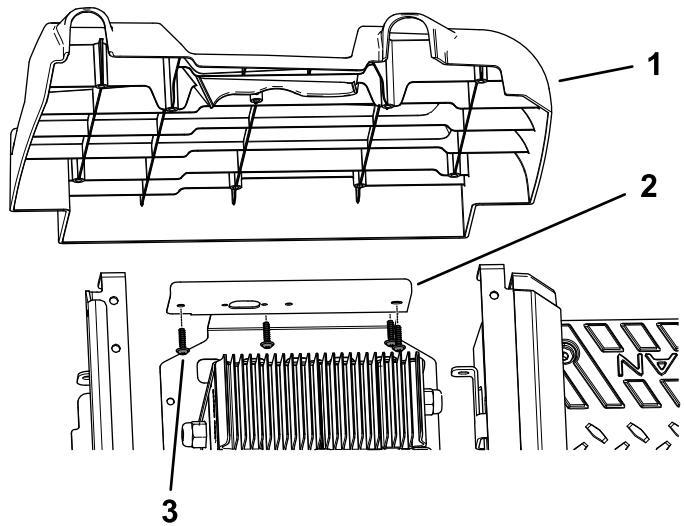

図6
- T30 ソケットレンチを使って、チャージャのブラケットを左側パネルに固定している Torx ヘッドねじM6.0 x 22mm4本を外す図6。